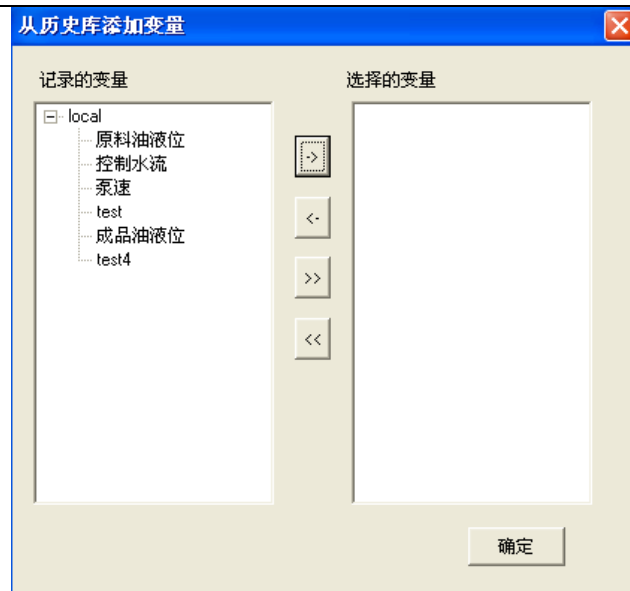

图 8-33
- 6、在上面的对话框中，可以选择添加工业库变量（在配置了工业库的情况下）或添加历史库变量。在此教材中，我们以添加历史变量为例进行说明。点击“添加历史变量”按钮，弹出如图 8-33 所示的对话框。
7、在记录的变量列表中选择要添加的历史库变量，单击  按钮将其添加到“选择的变量”列表中，或单击  按钮添加所有变量。添加的变量将会在图 8-33 的选择的变量列表中显示，选择完成后，单击“确定”按钮，显示图 8-34 的对话框。